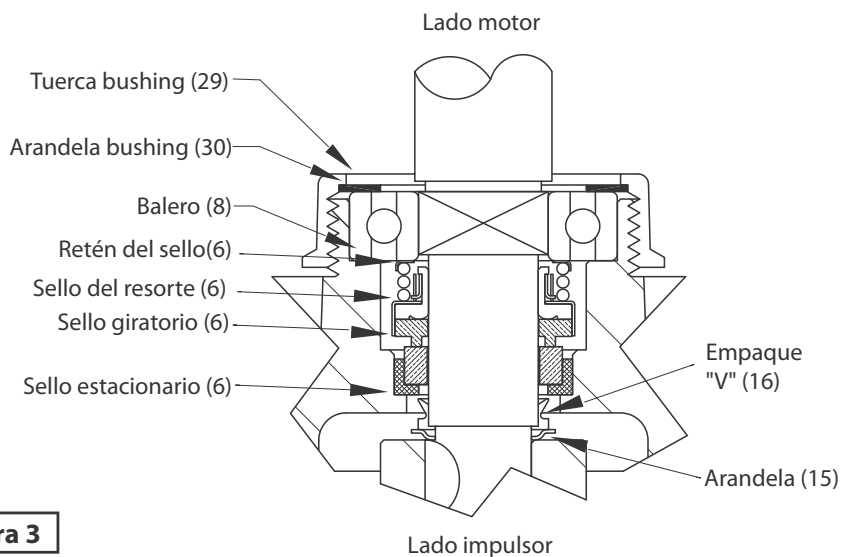

Figura 3
12. Desenrosque la tuerca bushing (29) de la placa de sello (3) y levante el rotor del motor, flecha, balero (8), conjunto del sello mecánico (6), la arandela (30) y la tuerca bushing (29) de la placa de sello (3). Vea la figura 3.
13. Retire el conjunto de sello mecánico (6) de la flecha. Examine todas las partes del sello, y si las caras del sello muestran signos de desgaste, patrón de desgaste irregular, astillas o arañazos, reemplace el sello entero. **No intercambie componentes del sello, reemplace todo el sello de flecha (6).** Si va a reemplazar el sello, retire la placa de sello (3) haciendo palanca con un destornillador plano.